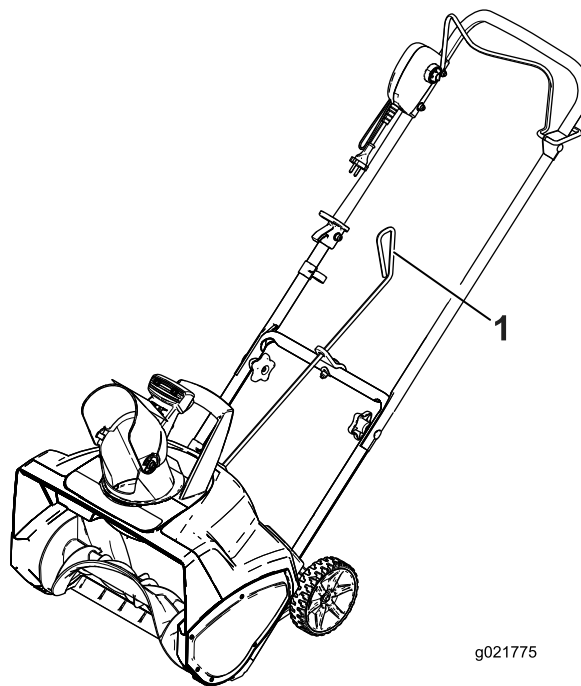
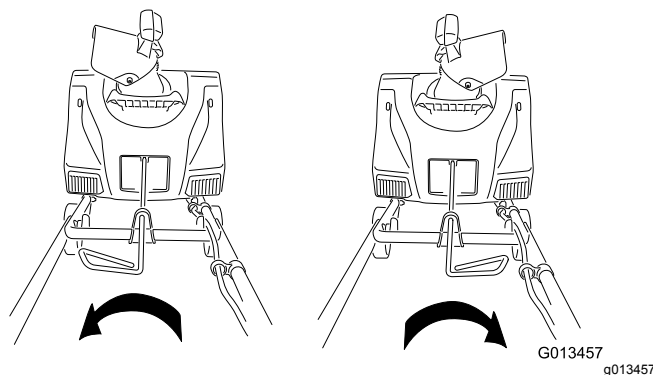

Figura 6
Figura 7
4. Certifique-se de que a pega da barra de controlo da calha está virada para cima (**Figura 6**) e insira a barra no furo na parte de trás da caixa.
6. Mova a pega na barra de controlo da calha para assegurar que se move na mesma direção que a calha (**Figura 7**).
Para ajustar a calha de descarga, mova a pega na barra do controlo da calha na direção que deseja dirigir o feixe de neve (Figura 6 e Figura 7).